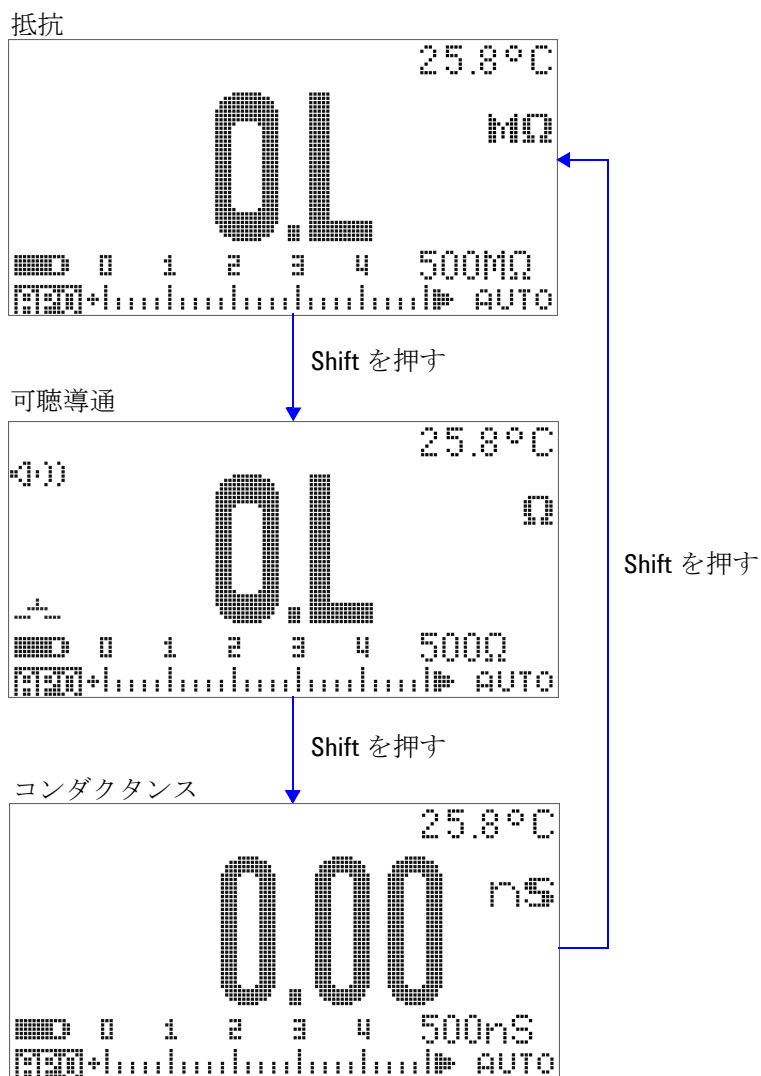

図 2-9 抵抗、可聴導通、コンダクタンス・テスト
- 4  を押すと、可聴導通テスト (セットアップに応じて  または )、コンダクタンス測定 (**nS**)、抵抗測定 (**Ω kΩ MΩ** のいずれか) が順に切り替わります (図 2-9 (43 ページ) を参照)。